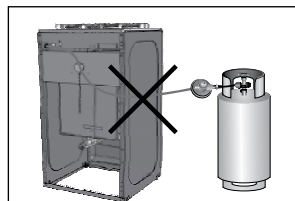

Figura 47
- No permita que la manguera de suministro de gas tenga contacto con la parte posterior de la estufa debido a las altas temperaturas que ésta posee (Ver figura 47).